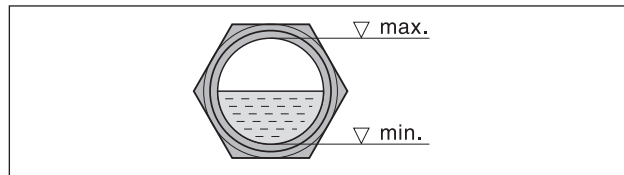

Abb. 5 Ölstand
- b) Nach evtl. Korrektur der Drehrichtung Motor erneut starten und nach ca. 2 Minuten wieder abstellen, um fehlendes Öl bis zur Oberkante des Schauglases (Abb. 5/I) nachzufüllen. Dieses Nachfüllen an der Einfüllstelle (Abb. 2/H) muss wiederholt werden, bis sich alle Ölleitungen vollständig gefüllt haben. Die Einfüllstelle darf nicht bei laufender Pumpe geöffnet werden.